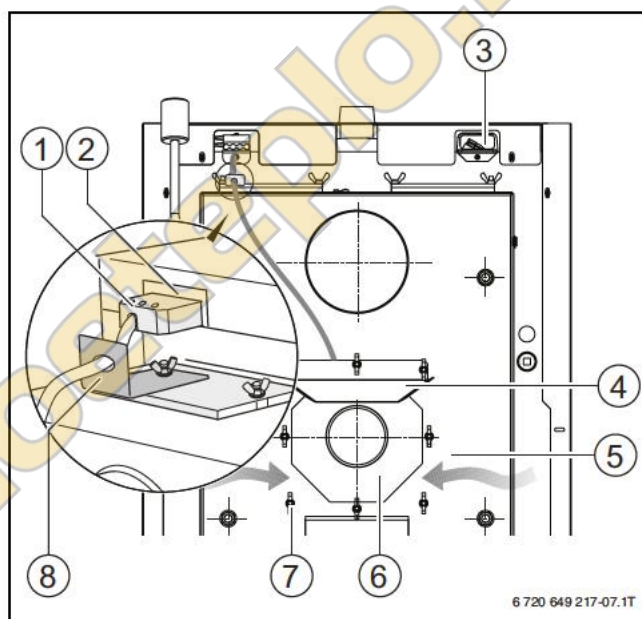

Рис. 14 Монтаж вытяжного вентилятора дымовых газов
- ▶ Приложите фланец вентилятора к уплотнительному шнуру, который находится на коллекторе дымовых газов (→ рис. 14, [5]) и закрепите барашковыми гайками (→ рис. 14, [7]).
- ▶ Установите защитный козырёк (→ рис. 14, [4]) над вентилятором (→ рис. 14, [6]).
- ▶ Закрепите барашковой гайкой кронштейн, поддерживающий провод (→ рис. 14, [8]), на смотровом люке коллектора дымовых газов.
- ▶ Вставьте штекер (→ рис. 14, [2]) вентилятора в 4-контактную розетку (→ рис. 14, [1]).